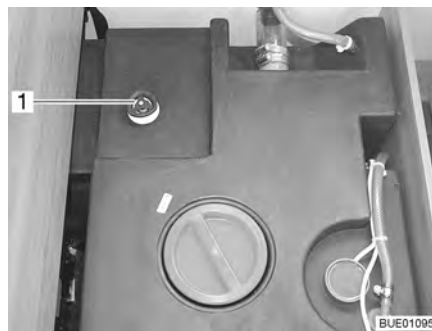

Fig. 203 Depósito de agua con tirador giratorio
- Girar el tirador giratorio (Fig. 203,1) del depósito de agua en sentido contrario a las agujas del reloj sobrepasando la resistencia, para abrir el orificio de salida completamente.